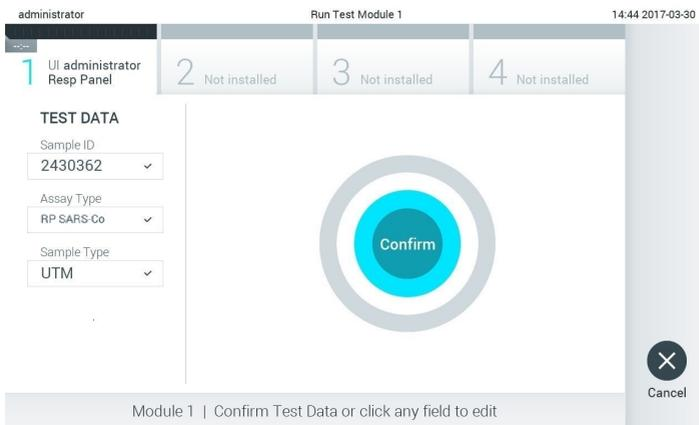

Figura 27. Conferma dell'inserimento dei dati.
18. Quando tutti i dati visualizzati sono corretti, premere Confirm (Conferma). Se necessario, selezionare il campo appropriato per modificarne il contenuto o premere Cancel (Annulla) per annullare il test (Figura 27).